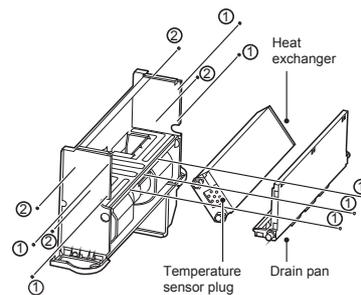

Figura 4-8 Desmontaje de la bandeja de drenaje y el intercambiador de calor
- Como se muestra en la Figura 4-8, quite los tornillos ① *7 para poder sacar la bandeja de drenaje. A continuación, quite los tornillos ② *4 para desmontar el intercambiador de calor.